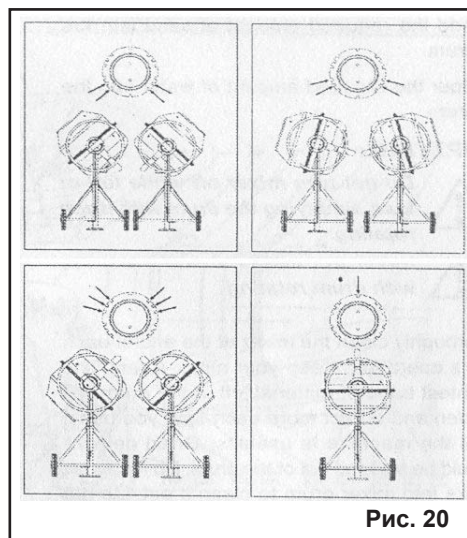

Рис. 20
Положения бетоносмесителя под разными углами наклона показаны на Рис. 20.
7.9. Храните бетоносмеситель в перевернутом положении (Рис. 20) ёмкости или в разобранном виде в сухом, защищенном от прямых солнечных лучей месте в заводской упаковке.